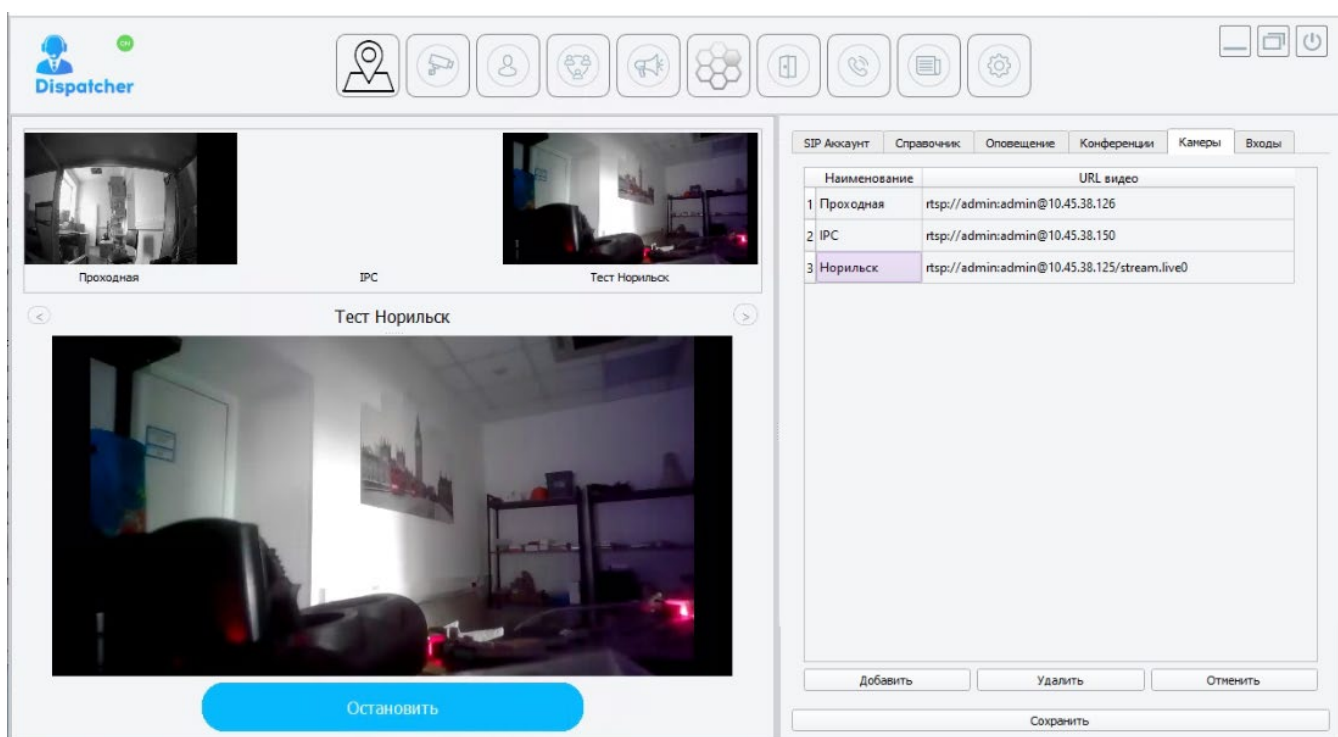

Рисунок 15 – Настройка АРМ «Диспетчер»
2.8.2 Данные RSTP потока видеокамеры указываются в меню «Настройки / Камеры» (Рисунок 15)